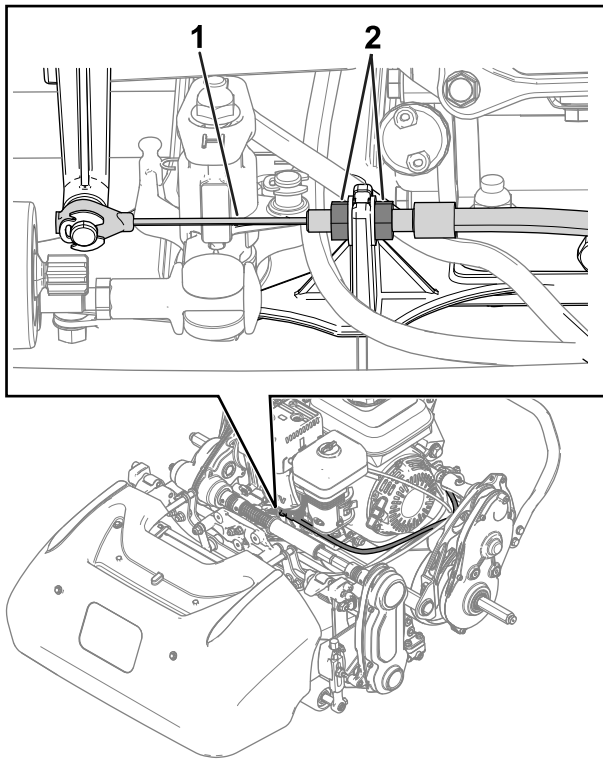

**Bild 29**
1. Durch Entfernen des Kupplungsdeckels (Bild 29) können Sie auf die Reibscheibe und die Druckplatte zugreifen.